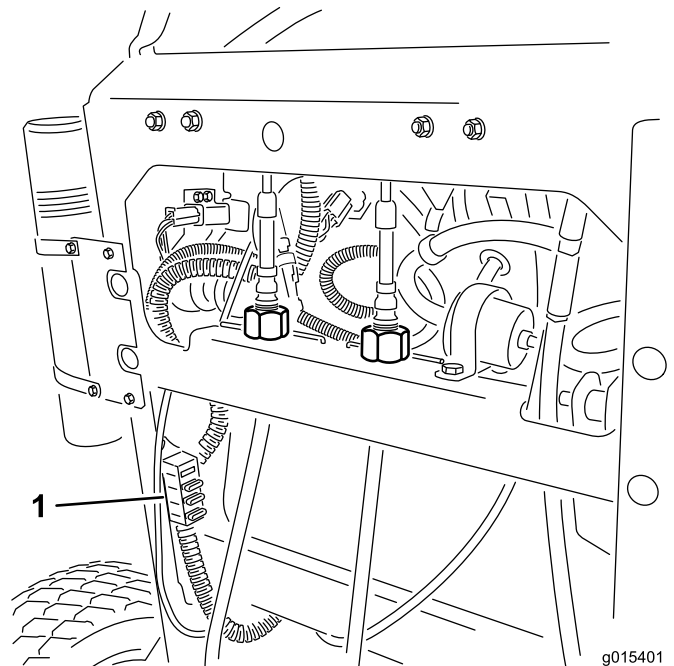

Bild 54
2. Ziehen Sie an der Sicherung und entfernen oder tauschen Sie aus (Bild 54).
Hinweis: Stellen Sie sicher, dass eine Sicherung der richtigen Größe befestigt wird Bild 54.